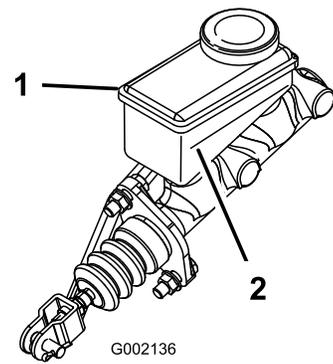

Figure 55
5. Observez le repère de niveau sur le côté du réservoir (Figure 55).
- B. Versez du liquide de frein DOT 3 dans le réservoir jusqu'à ce que le niveau dépasse le repère minimum (Figure 55).